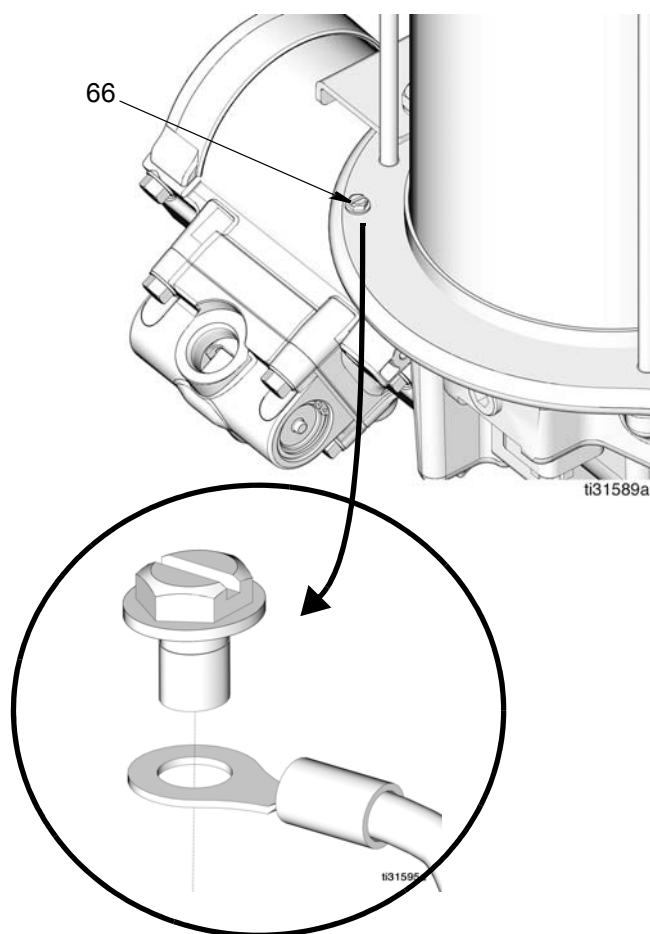

Рис. 3
Зафиксируйте провод заземления винтом заземления (66), как показано на Рис. 3.